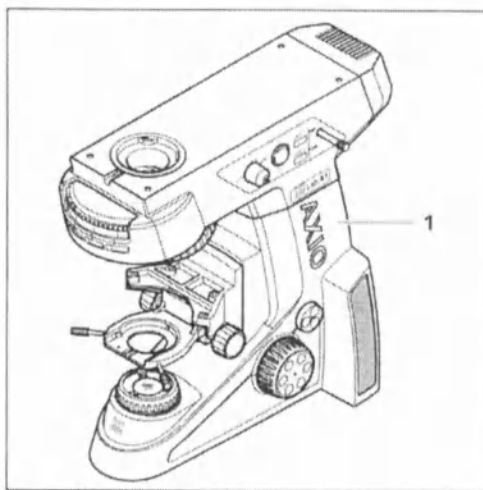

Рисунок 3-1. Установка микроскопа
- Установите штатив микроскопа (рисунок 3-1/1) на устойчивую, ровную, твердую, негорючую поверхность.